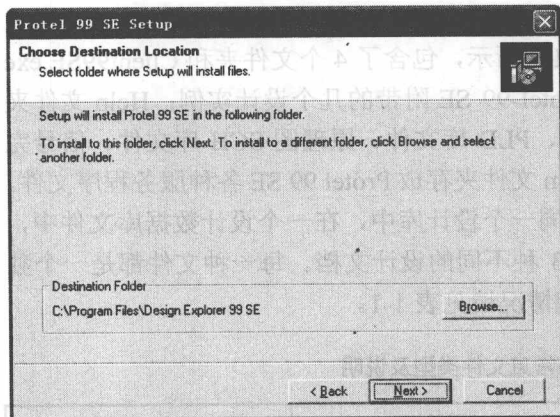
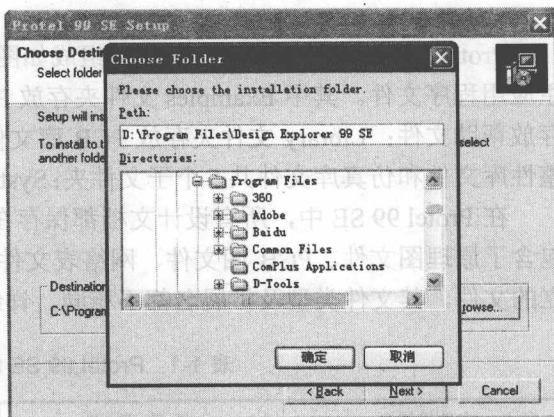

图 1-3 选择安装路径
图 1-4 更改安装路径
(4) 选择安装路径，如图 1-3 所示。默认为“C:\Program Files”，如需更改路径，单击【Browse】按钮更改安装路径，如图 1-4 所示。